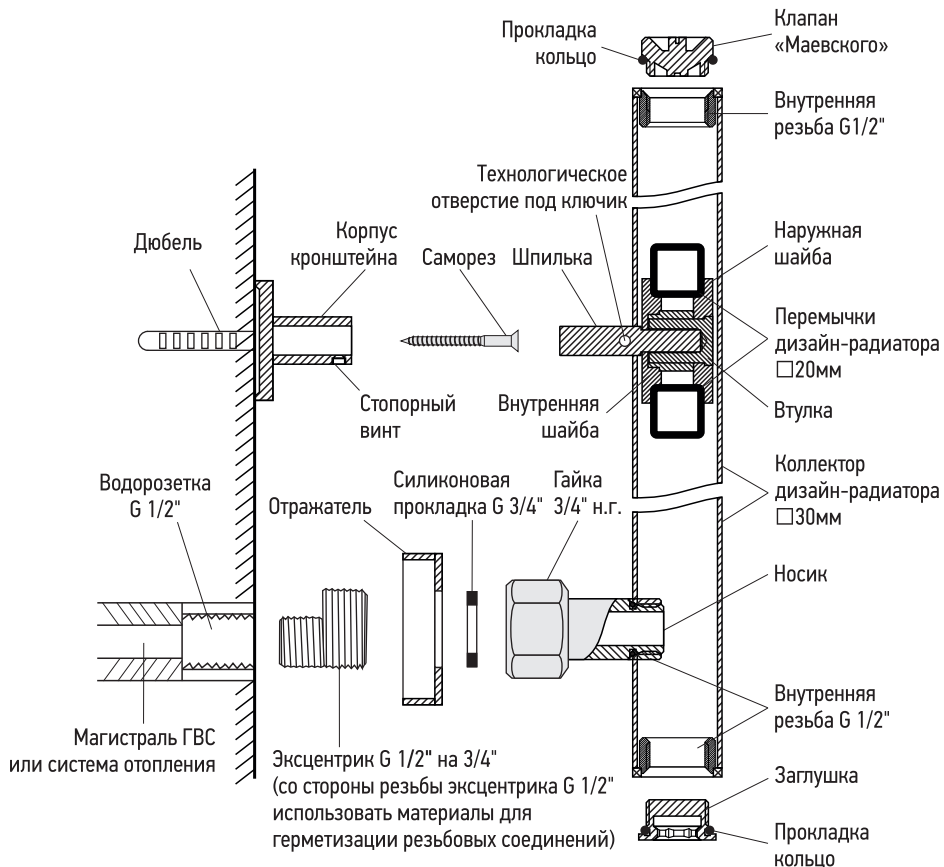

Рис. 4
3.3. Комплектация. Полотенцесушитель комплектуется согласно схеме монтажа (рис. 4):
3.4. Полотенцесушитель бытовой (дизайн-радиатор) крепится к стене телескопическими кронштейнами, что позволяет регулировать расстояние до стены (рис. 4).
4.5. Сборку и установку изделия производить согласно схеме (рис. 4, 5).
4.5.3. Смонтировать между перемычек полотенцесушителя крепежные элементы кронштейна согласно схеме (рис. 4). Кронштейн может быть установлен между любой парой перемычек изделия, так же его конструкция позволяет производить корректировку положения вправо или влево если это требуется при монтаже.
4.6. Для герметизации резьбовых соединений производитель комплектует изделие прокладками собственного изготовления (см. п. 3.3.4 и рис. 4).